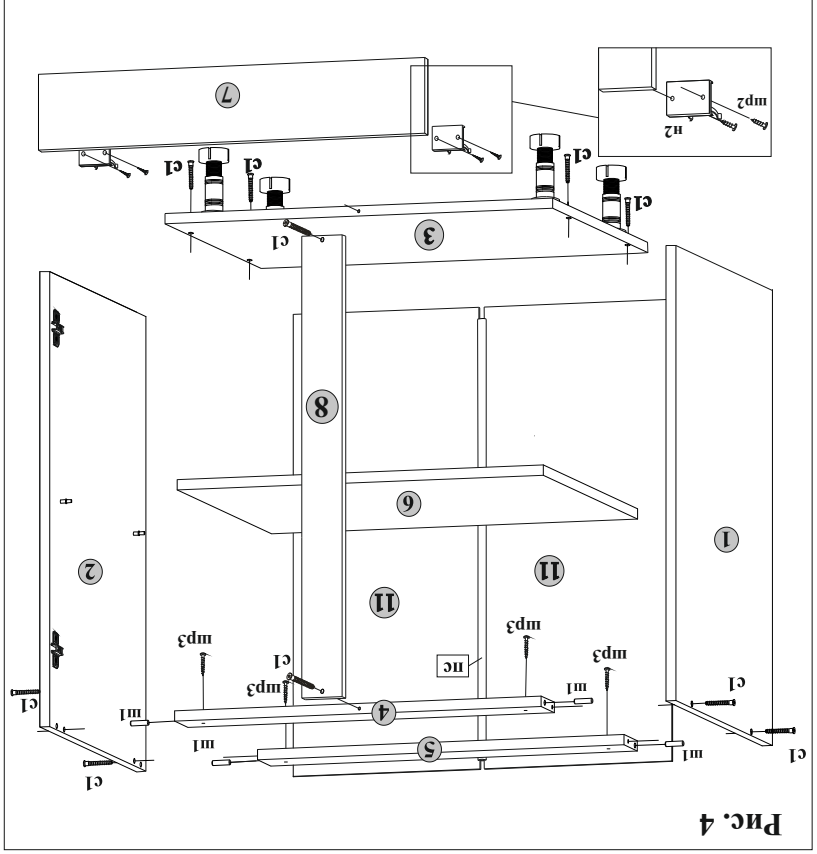

Рис. 4
5.9. Установить столешницу на корпус шкафа, закрепить шурупами **шр3** через соединительные планки **4** и **5**. Прикрепить колодки клипс **н2** к цоколю **7** шурупами **шр2**, установить клипсы в колодки. Прикрепить цоколь **7** к опорам **н1** (рис.4).
5.4. В отверстия диаметром 8 мм на торцевых кромках деталей 4 и 5 вставить шканты ш1 и (рис.4). **ВНИМАНИЕ:** если шкант выступает из отверстия более чем на 10 мм, его необходимо укоротить.
5.5. Соединить между собой детали корпуса 1, 2, 3, 4, 5, 8 и стянуть стяжками винтовыми с1, пользуясь ключом к1 (рис.4).